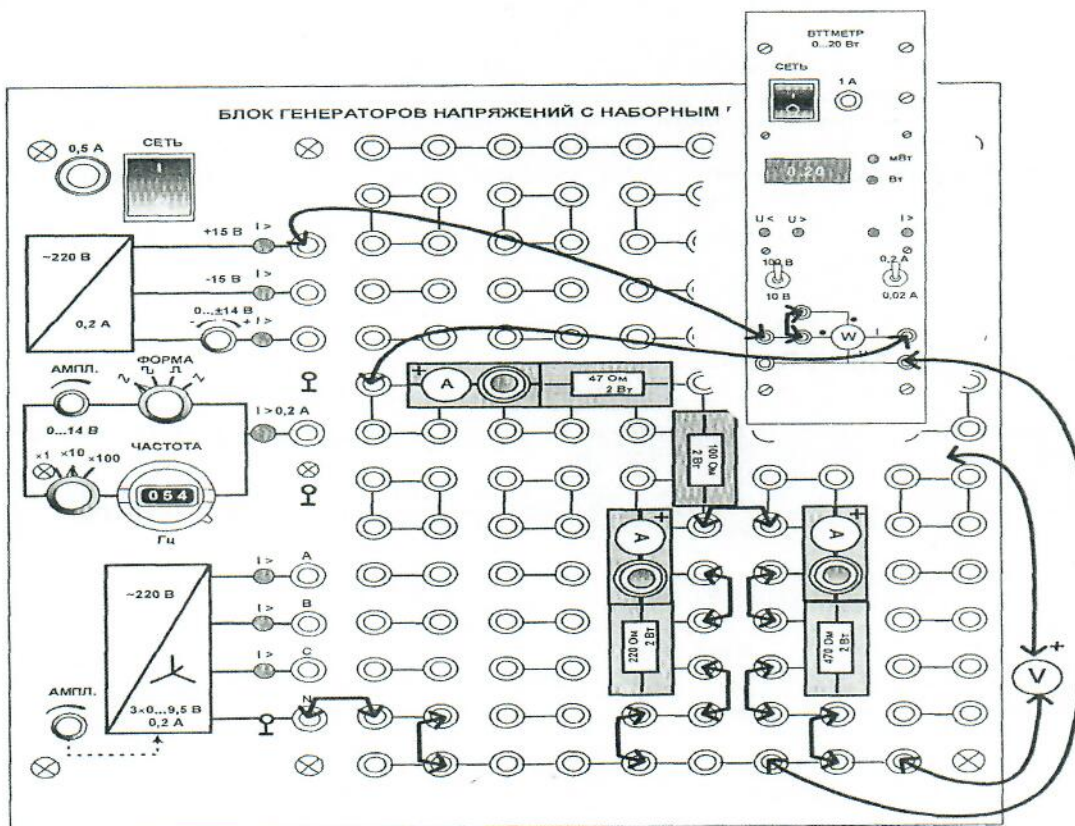

Рисунок 7.2 – Монтажная схема
- Соберите цепь в соответствии с монтажной схемой (рисунок 7.2).